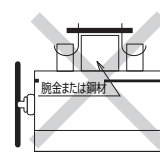

図5
- ロ. 開閉器のケース上板に腕金または鋼材を直接当たった取付方。(図5)
- ③開閉器取付部の損傷やゆるみは、開閉器の落下や開閉器の操作ミスになる恐れがありますので、堅固に取り付けてください。